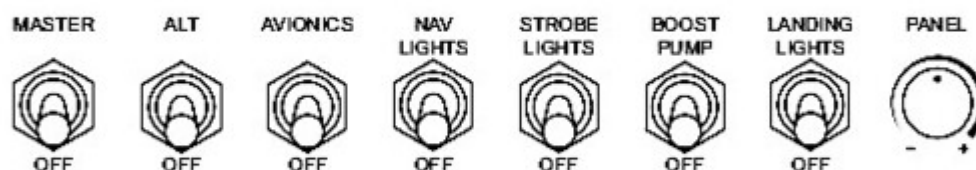

FIGURE 9 : Interrupteurs avec rhéostat de l'éclairage tableau de bord
- **Variateur** : Un ou plusieurs variateurs pour divers instruments sur le panneau ou les lumières de planches de bord. Les interrupteurs variateurs sont en fait des boutons qui tournent pour régler le niveau d'éclairage. La rotation dans le sens horaire augmente la luminosité. Le plein antihoraire éteint les lumières, et un interrupteur marche-arrêt séparé n'est pas nécessaire (figure 9).